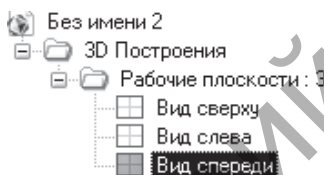

Рисунок 13.1
1. Создайте новый документ, выбрав в меню «Файл→Новая 3D-модель», или щёлкните кнопку на панели инструментов «Новая 3D-модель». При необходимости подключите вкладку «Структура 3D-модели». Выберите рабочую плоскость «Вид спереди» (рис. 13.1). Чтобы начертить, выберите команду «Построение→Прямая».